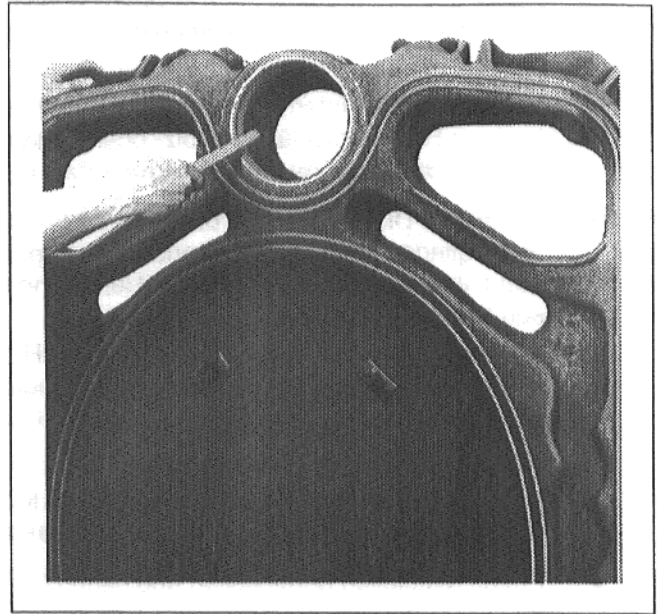

Abb. 10
- Den eventuell an den Naben vorhandenen Grat abfeilen (Abb. 10).